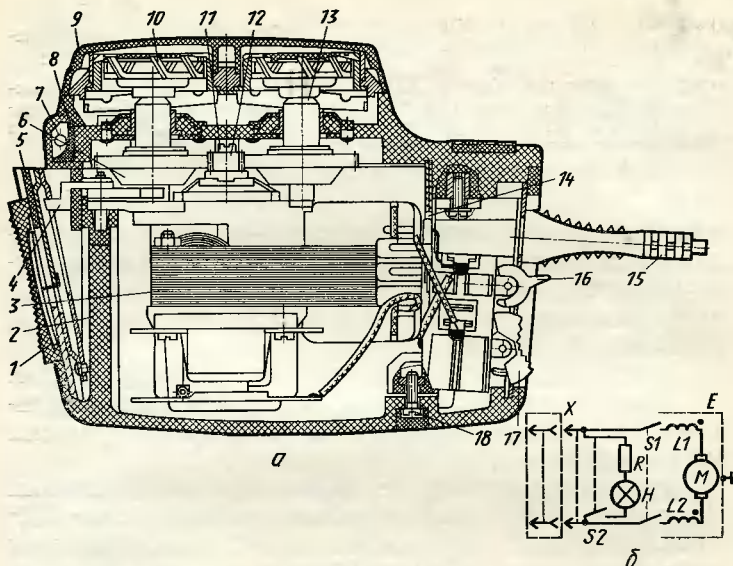

Рис. 40. Электробритва «Харьков-15-авто»:
**Устройство.** Бритва создана на базе модели «Харьков-15М» и работает от аккумулятора напряжением 12 В. В ней применен ножевой блок 10 (рис. 40, а) «плавающей» конструкции и нож 5 стригущего блока, выдвигающийся с помощью движка 1. Бритва снабжена лампой 7 для подсвета при бритье. Подключается она
Электрическая схема бритвы показана на рис. 40, б.